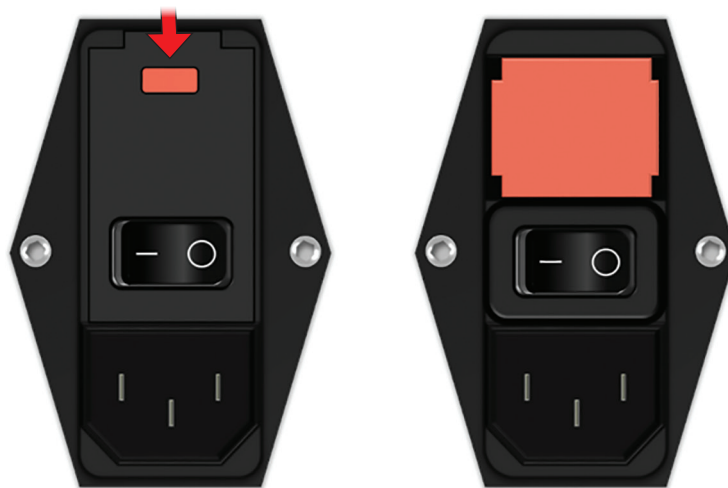

Figura 13.4.1: Modulul de alimentare/comutator/siguranțe pentru schimbarea siguranțelor
Siguranțele sunt localizate în suportul pentru siguranțe din interiorul modulului intrare alimentare/comutator/siguranțe aflat în partea din spate a generatorului. Consultați Figura 13.4.1 de mai jos.
3. Deschideți capacul de la modulul alimentare/comutator/siguranțe cu ajutorul unei șurubelnițe drepte, introduse în orificiile plate superioare, așa cum este prezentat în Figura 13.4.1.